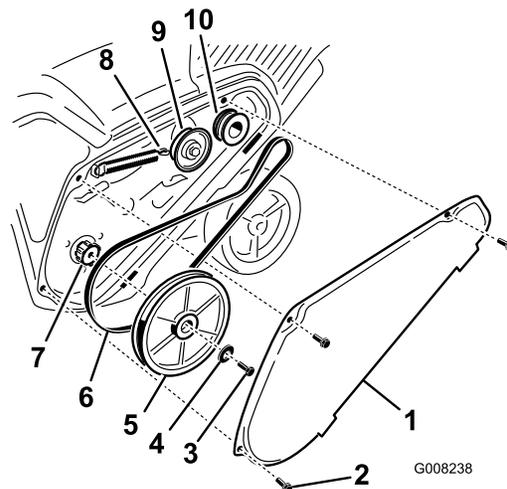

Figure 29
1. Enlevez le couvercle de la courroie d'entraînement après avoir retiré les 3 boulons comme montré à la Figure 29.
2. Décrochez le ressort de frein du bras de la poulie de tension pour détendre la courroie (Figure 29).
3. Enlevez la vis et la rondelle bombée qui retiennent la poulie de rotor (Figure 29).
4. Retirez la poulie de rotor et la courroie d'entraînement (Figure 29).
Remarque: Acheminez la courroie neuve autour de la poulie du moteur, puis de la poulie de tension, et enfin autour de la poulie de rotor desserrée, située juste au-dessus de l'arbre de rotor (Figure 29).
- Montez la poulie de rotor sur l'arbre de rotor (Figure 29).
- Montez la rondelle bombée et le boulon de fixation de la poulie de rotor, et serrez-les solidement (Figure 29).